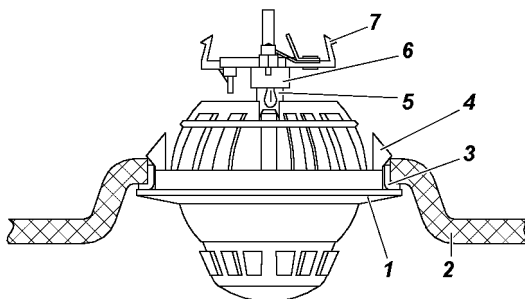

Рис. 9.52. Плафоны индивидуального освещения:
**Плафоны индивидуального освещения.** Для замены лампы осторожно, чтобы не повредить обивку крыши и плафон, подденьте отверткой корпус 1 (рис. 9.52) и потяните плафон вниз. С помощью отвертки выведите из зацепления защелки 7 патрона и выньте патрон.